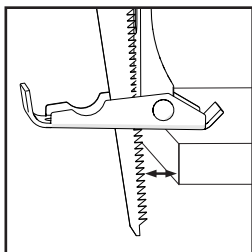

Fig. 9
- Asegúrese de que la placa de contacto de la pieza de trabajo está tocando firmemente la pieza de trabajo, pero no la hoja. **(Fig. 9).**